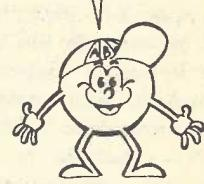

Fig.8.
- FIG. 8 - "Esquema" da experiência. Conforme já explicamos nas Lições de ABC nº 1, um **esquema** nada mais é do que uma espécie de 'mapa' do circuito, representação simbólica dos componentes envolvidos e suas interligações. O Leitor/Aluno deve observar com atenção o diagrama esquemático, comparando-o com as demais figuras, até **entender** bem o que está vendo...
No diagrama da experiência (fig. 8) o Leitor/Aluno vê, além do RESISTOR e CAPACITOR (sobre o que já temos estudado...) um diodo e um lâmpada Neon... Sobre esses componentes falaremos em profundidade em futuras Lições específicas. Por enquanto, numa espécie de "antecipação" (para que Vocês não fiquem muito "no ar"...), vamos falar brevemente sobre tais peças e suas funções no circuito...